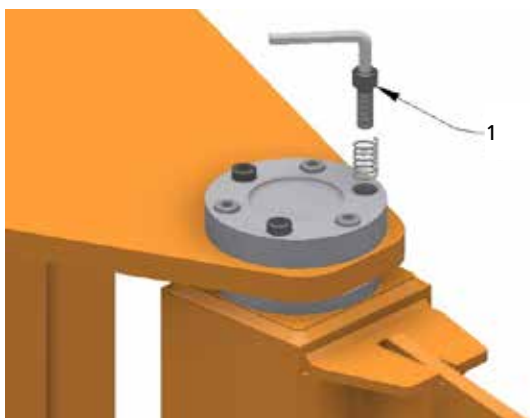

fig.82
1. Ajuster la finesse de la rotation du bras, agissant sur le système de freinage au moyen de la vis 1 de réglage jusqu'à ce que le plat désiré et inclinez la sensibilité (fig. 82).